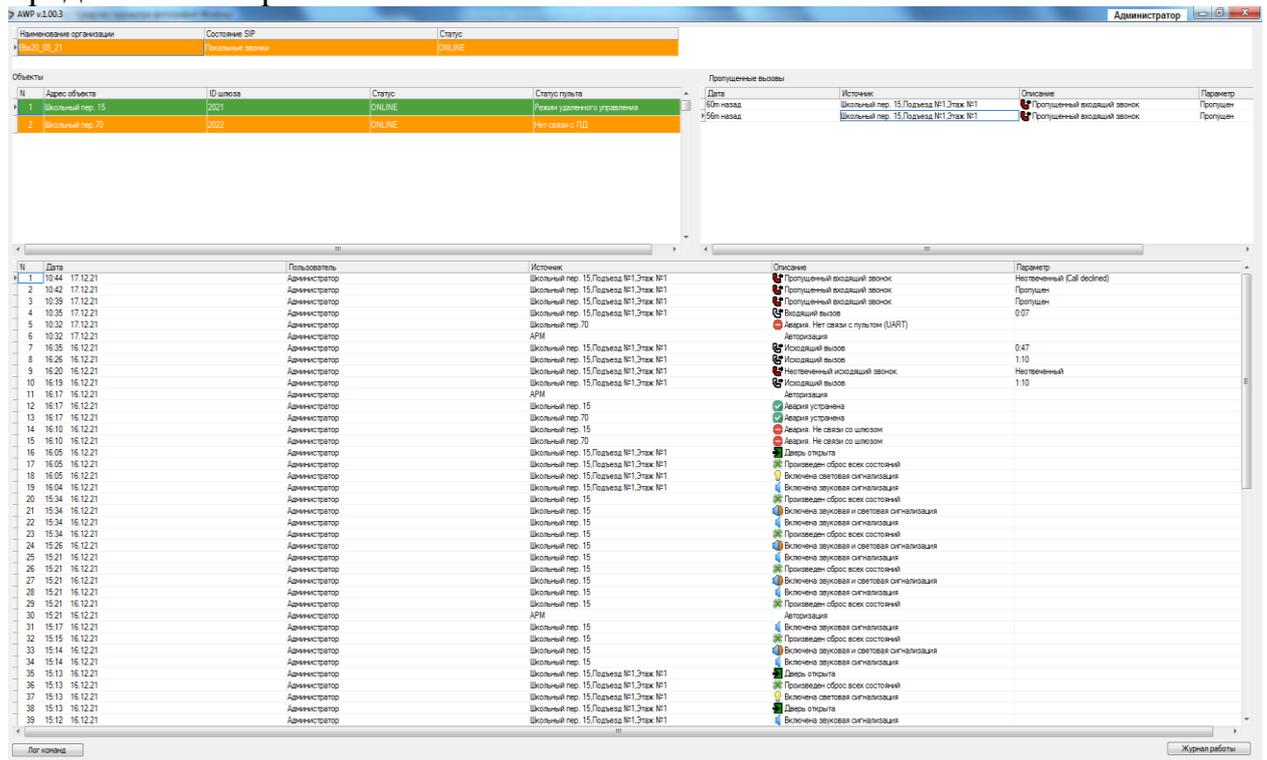
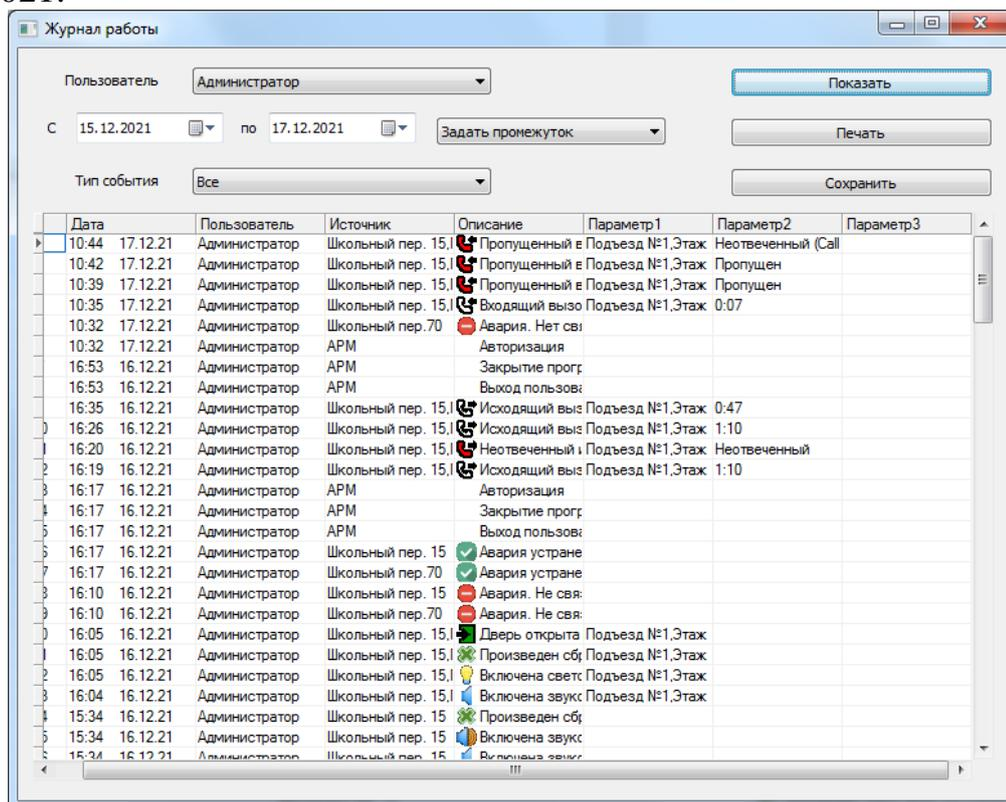

Рис.27 Пример рабочего окна АРМа
Рис.29 Пример журнала работы.
5.2.6 Пример внешнего вида рабочего окна АРМа с двумя объектами представлен на рис. 27.
5.2.7 В нижнем правом углу рабочего окна АРМа (рис.27) расположена кнопка «Журнал работы». Её нажатие открывает журнал работы АРМа, который можно просмотреть и/или распечатать за конкретный период. На рис.29 показан пример журнала работ администратора с 15.12.2021 по 17.12.2021.